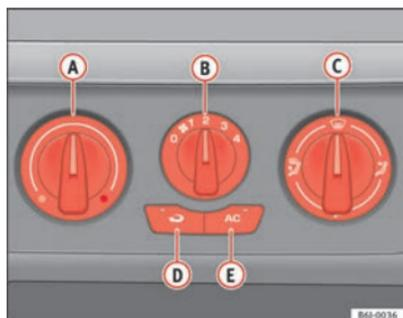

Fig. 87 Sur la planche de bord : éléments de commande du chauffage
- Tournez le régulateur de température ⇒ fig. 87 **A** vers la gauche.
- Tournez le régulateur de température ⇒ fig. 87 **A** vers la droite pour sélectionner la puissance de chauffage souhaitée.
- Tournez le régulateur de température ⇒ fig. 87 **A** vers la droite jusqu'à la puissance de chauffage maximum.
- Tournez le régulateur de température → page 125, fig. 87 **A** vers la zone de chauffage.